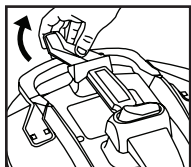

FIGURA 15
22. Girar el enrollador de cable 180 grados en sentido anti horario desde la posición original. **FIGURA 15.**